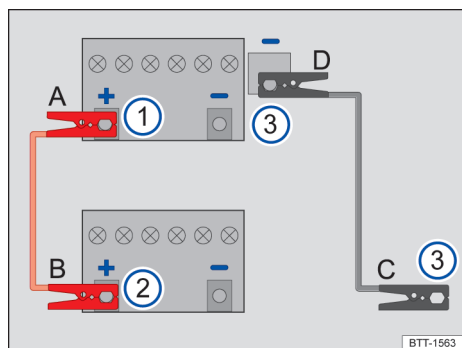

图 149 应急启动 - 电缆连接示意图
→图 149 的图例：
仅按照顺序 A - B - C - D 连接应急启动电缆 →图 149。
- 将**红色**应急启动电缆的一端连接到 12V 汽车蓄电池 →图 149 ① 电量耗尽的车辆的正极（+）上 →▲。
- 将**红色**应急启动电缆的另一端连接到供电车辆 →图 149 ② 的正极（+）上。
- 将**黑色**应急启动电缆的一端连接到应急启动接点（接地端）→图 149 ③ 上。
- 将**黑色**应急启动电缆的另一端连接到 12V 蓄电池电量耗尽的车辆 →图 149 ③ 上。→▲
- 仅按照顺序 **D - C - B - A** 断开启动辅助电缆 → 图 149。